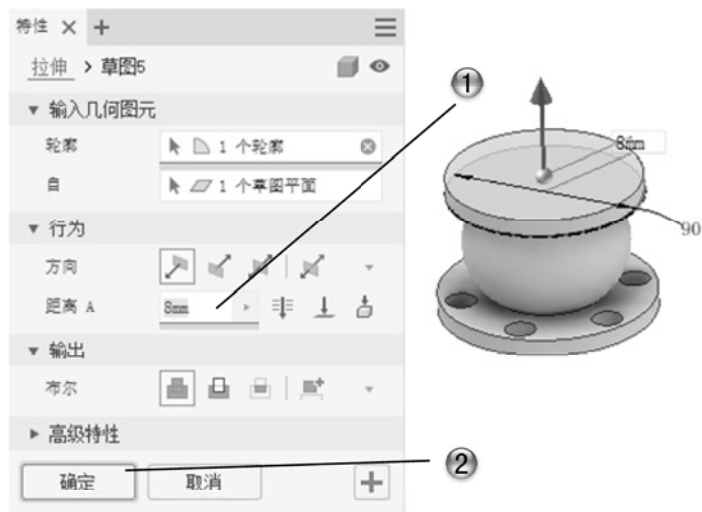

图 1-42 创建拉伸特征
- ① 创建拉伸特征，在【特性】面板中设置【距离】为 8。
- ② 单击【特性】面板中的【确定】按钮，如图 1-42 所示。